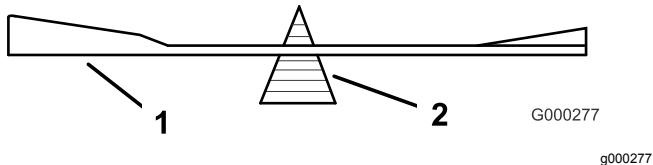

Figura 94
2. Controllate l'equilibrio della lama posizionandola su un bilanciatore (Figura 94).